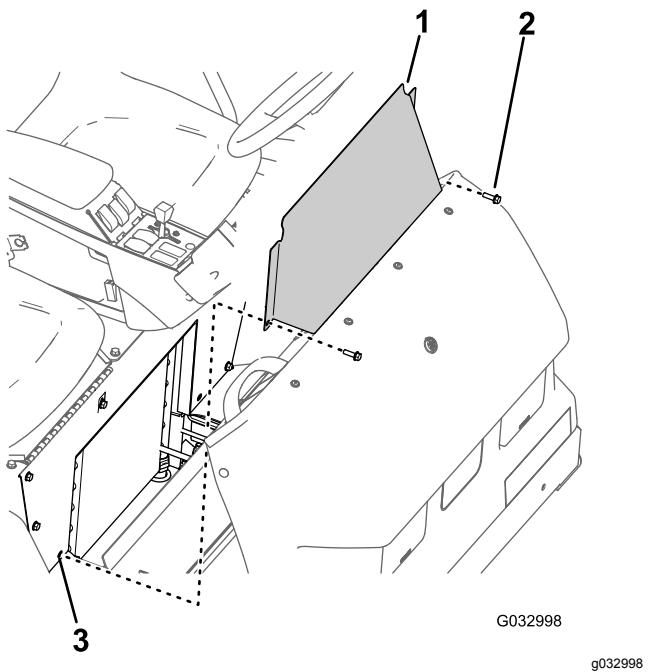

Figura 59
1. Retire los 2 pernos con arandela prensada que sujetan el panel de acceso de la base del asiento a la base del asiento (Figura 59).
2. Retire el panel de acceso de la base del asiento de la máquina (Figura 59).
1. Alinee los taladros del panel de acceso de la base del asiento con los taladros de la base del asiento (Figura 59).
2. Monte el panel de acceso de la base del asiento a la base del asiento con los 2 pernos con arandela prensada (Figura 59) que retiró en el paso 1 en Retirada del panel de acceso de la base del asiento (página 54).